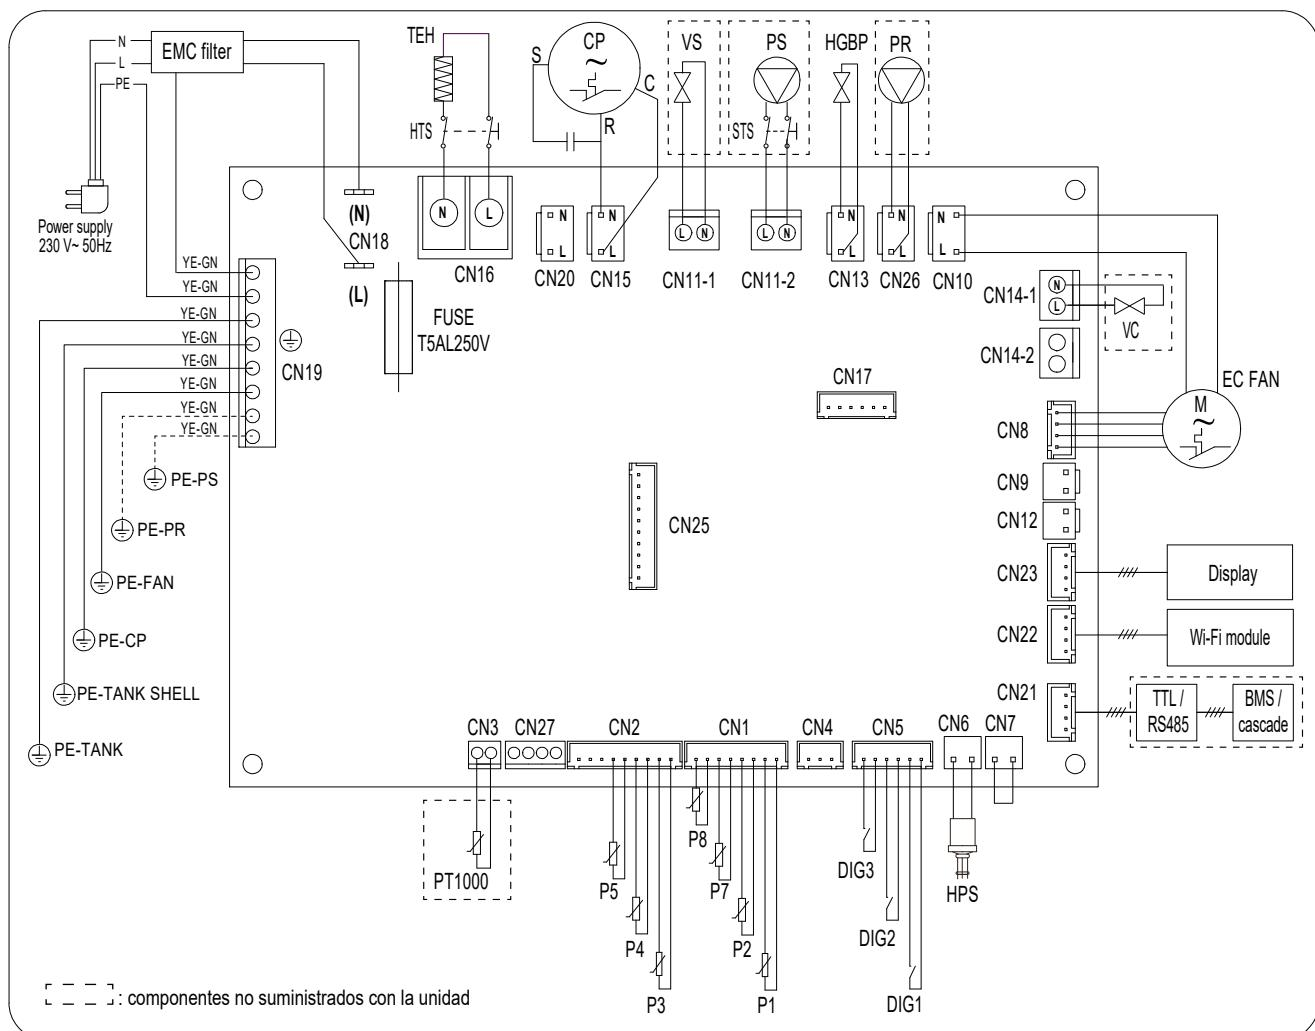

fig. 72 - Esquema eléctrico del aparato
- 2) Montar una electroválvula normalmente abierta (part. 19) para cada unidad de la cascada. La válvula debe conectarse al terminal CN14-1 (ref. "fig. 72 - Esquema eléctrico del aparato" en la página 57) de la placa base de cada equipo.
- 1) La bomba de recirculación (part.16) debe conectarse al terminal CN26 de la placa MASTER (ref. "fig. 72 - Esquema eléctrico del aparato" en la página 57).
- La sonda PT1000 (part. 20) del panel solar debe conectarse al terminal CN3 (ref. "fig. 72 - Esquema eléctrico del aparato" en la página 57) de la placa base MASTER.
- La bomba solar (part. 25) debe conectarse al terminal CN11-2 (ref. "fig. 72 - Esquema eléctrico del aparato" en la página 57) de la placa base del máster. La alimentación eléctrica de la bomba solar debe ser interceptada por los termostatos solares de seguridad (uno para cada unidad) que deben conectarse en serie: esto es para permitir el bloqueo de la bomba solar en caso de sobrecalentamiento en una de las unidades en la cascada
- Montar una electroválvula normalmente cerrada (part. 32) para cada unidad de la cascada. La válvula debe conectarse al terminal CN11-1 (ref. "fig. 72 - Esquema eléctrico del aparato" en la página 57) de la placa base de cada equipo.